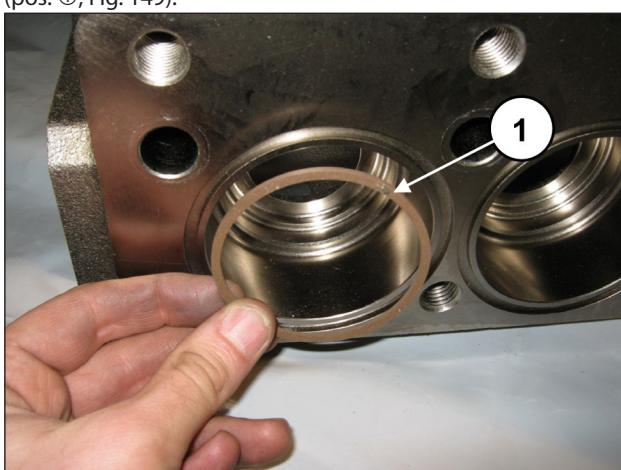

Fig. 149
In aspirazione inserire l'anello antiestrusione, pos. esploso n. 6 (pos. ①, Fig. 149).